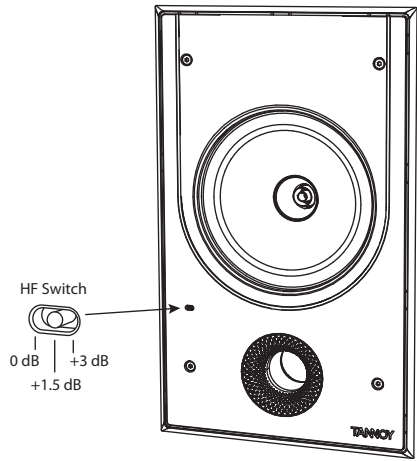

Fig. 4. Interruptor HF
2. A chave HF tem três posições, com 0 dB sendo lat. Ajuste conforme necessário para se adequar à posição da sala e às condições acústicas (Fig. 4).